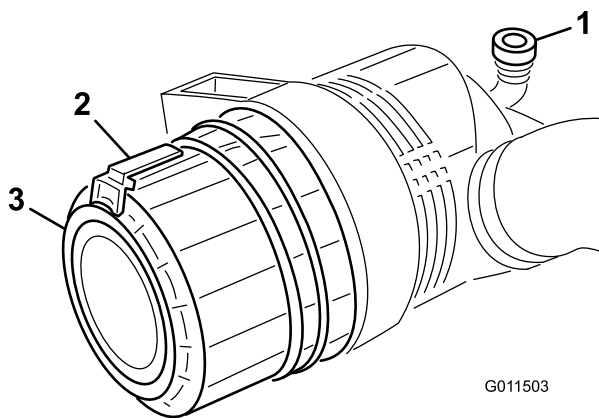

Bild 49
1. Ziehen Sie den Riegel nach außen und drehen Sie die Luftfilterabdeckung nach links (Bild 49).
7. Setzen Sie die Abdeckung ein, richten Sie das Gummiablassventil (Bild 49) nach unten, ungefähr